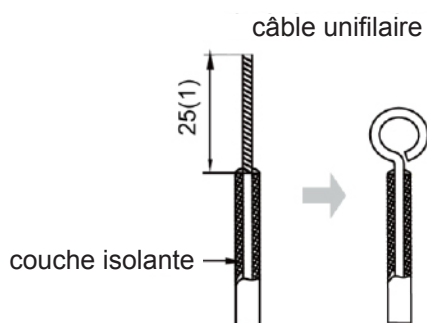

Fig. 13
- (1) Connexion du fil (comme sur la fig.13).